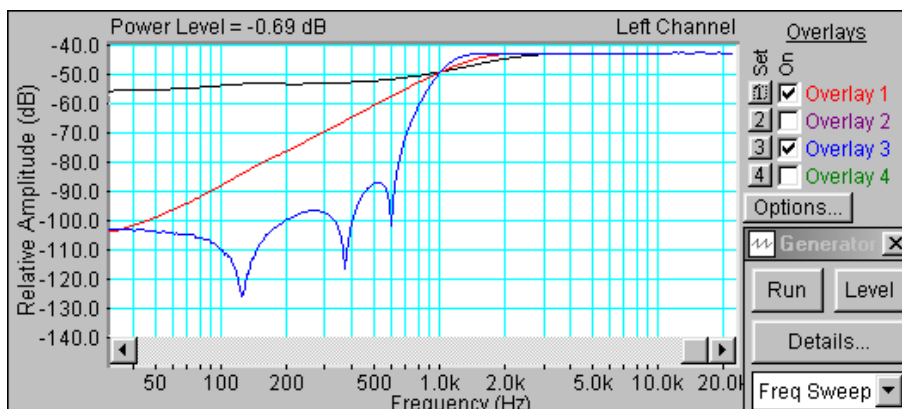

Рис.8.8. АЧХ фильтра высоких частот с различной крутизной подъема
- Скопируйте график АЧХ фильтра (рис.8.8) в файл вашего отчета.